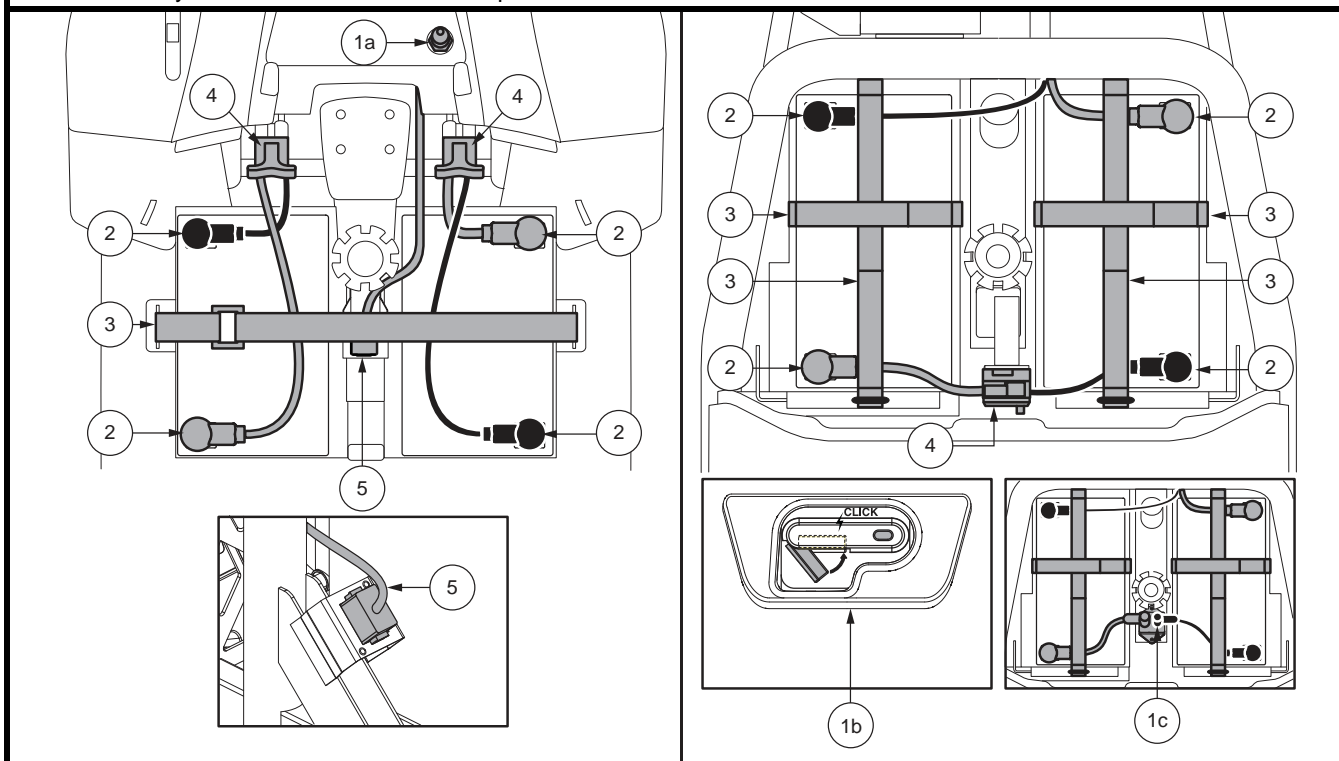

Figure 14. Enlèvement/installation des batteries et connexions
3. Pour toute les modèles SAUF 614 et 714, débrancher le faisceau d'avant en arrière. Débrancher les deux câbles de la batterie en retirant chaque faisceau de sa fiche de connexion. Voir la figure 14.
6. Placez une nouvelle batterie dans chaque puits en prenant soins d'alignez les bornes de la batteries droite près du mât de siège et les bornes de la batterie de gauche loin du mât avec les bornes positive (+) et négative (-) de la batterie positionnées comme indiqué sur la **figure 14**.